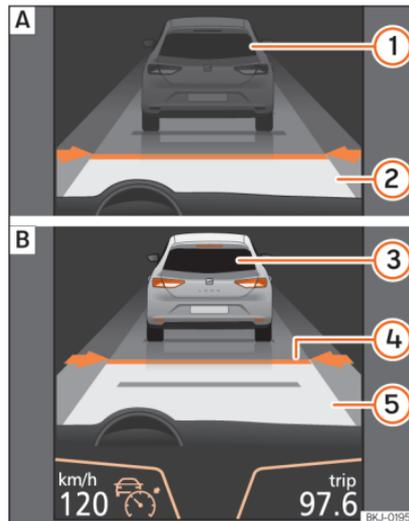
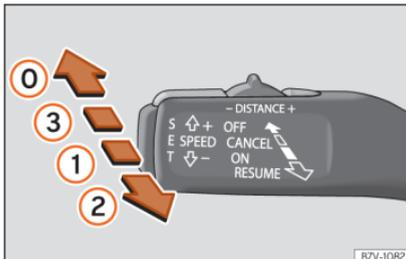
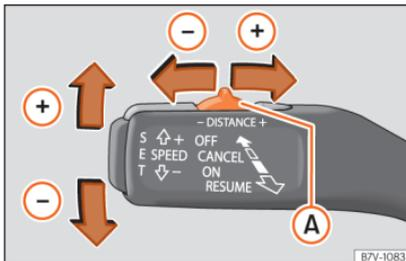

Abb. 262 Im Display des Kombiinstrumentes: (A) ACC inaktiv (Standby). (B) ACC aktiv.
Abb. 264 Auf der linken Seite der Lenksäule: dritter Hebel für die Betätigung der automatischen Distanzregelung.
Abb. 265 Auf der linken Seite der Lenksäule: dritter Hebel für die Betätigung der automatischen Distanzregelung.
Displayanzeigen »» **Abb. 262:**
der Schalttafel die grüne Kontrollleuchte ein (☺) und auf dem Bildschirm werden die programmierte Geschwindigkeit und der Zustand der ACC angezeigt » **Abb. 262**.
schwindigkeit des Fahrzeugs einstellen und die ACC aktivieren. Drücken Sie dazu auf die Taste **SET** » **Abb. 265**. Falls Sie die Geschwindigkeit in Schritten von 1 km/h (0,6 mph) erhöhen oder reduzieren möchten, bewegen Sie den Hebel in die Position ② » **Abb. 264** oder drücken Sie die Taste **SET**.
Die programmierte Geschwindigkeit kann je nach Wunsch während der Fahrt oder bei Fahrzeugstillstand geändert werden. Jegliche Änderungen der programmierten Geschwindigkeit werden unten links im Display des Kombiinstrumentes angezeigt » **Abb. 262**.
Um das Abstands-niveau zu erhöhen oder zu reduzieren, drücken Sie den Wippschalter nach rechts/links » **Abb. 265 (A)**.
»» **Abb. 264**. In diesem Moment wechselt die ACC-Anzeige im Display des Kombiinstrumentes in den Modus *Aktiv* »» **Abb. 262**.
Um die ACC zu deaktivieren, bewegen Sie den Hebel in die Position ③ »» **Abb. 264** (eingarstet). In diesem Moment erscheint der Text **ACC deaktiviert** und die Funktion ist vollständig deaktiviert.
»» **Abb. 264** oder betätigen Sie das Bremspedal.